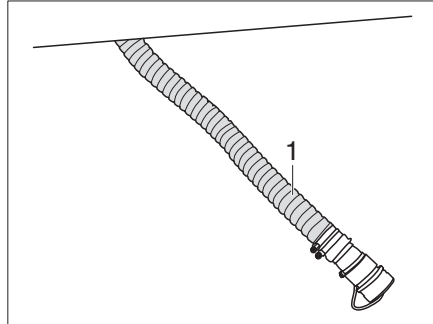

Bild 302 Töm kassett till toalett med kvarn
- Lossa tömningsslangen (Bild 302,1) under fordonet och dra den till hanteringsanläggningen.
- Låt tömningsslangen (Bild 302,1) vara i hanteringsanläggningen.
- Förvara tömningsslangen (Bild 302,1) under fordonet.